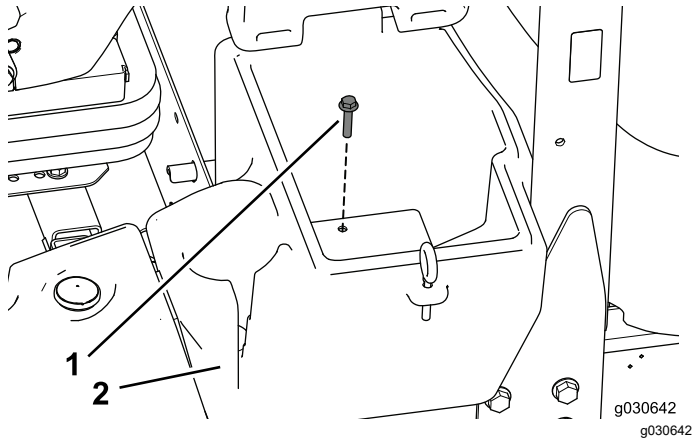

Figure 3
1. Retirez le boulon de fixation du bac de rangement situé sur le côté gauche de la machine (Figure 3) et mettez-le de côté.